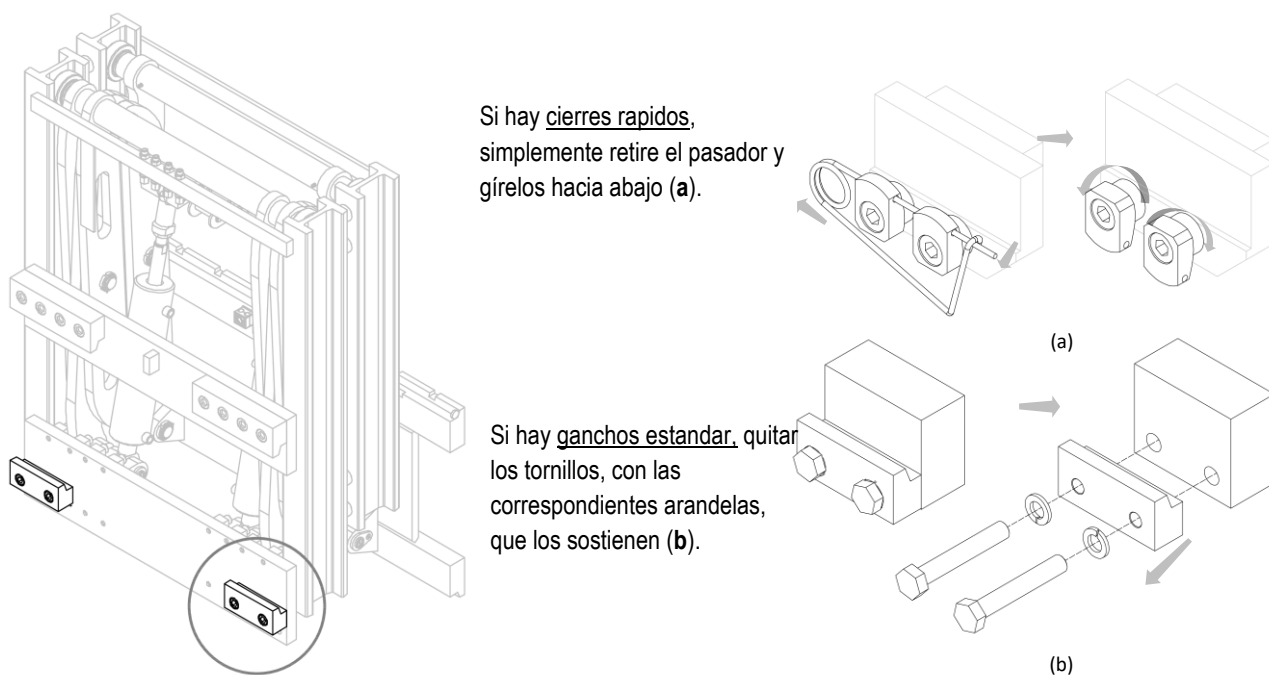

Figura 2
4. Quitar los ganchos inferiores del implemento (mira *Figura 2*).
2. Retirar lo ganchos inferiores de la estructura (mira *Figura 2* a pag.9).